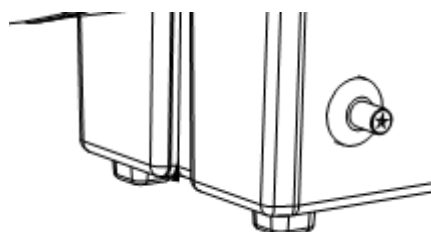

Afbeelding 2
- a. De voedingsschakelaar op stand I plaatsen en verifiëren of de ventilator goed werkt (Afb. 2).